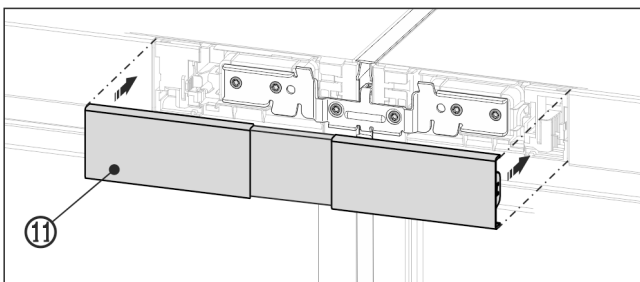

Fig. 24 Illustrationen är ett exempel
- ▶ Fäst den övre täckplattan Fig. 24 (11) över mellanrummet som fortfarande är öppet mellan de båda kontrollpanelerna. Kontrollera då att täckplattans yttersidor befinner sig på samma plan som kontrollpanelerna.